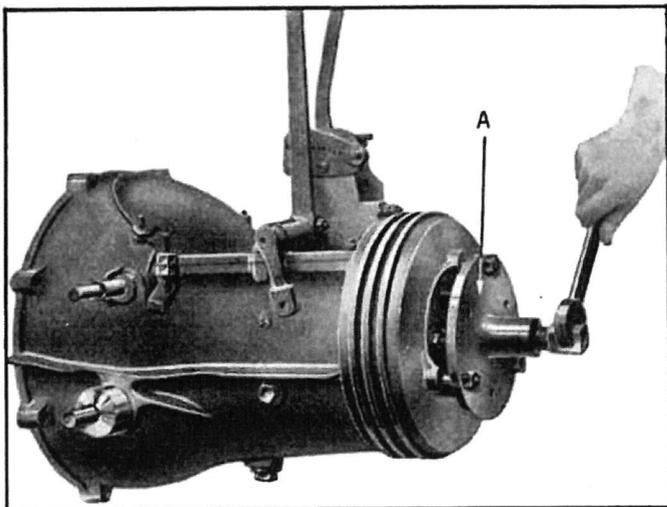

Fig 159. — Arrache-poulie en place pour le démontage de la poulie de frein sur différentiel.
15.—Selon le modèle de la poulie de frein, démonter cette poulie soit en retirant les écrous des goujons la fixant sur le moyeu, soit à l'aide de l'arrache-poulie spécial. Dans ce cas, défreiner et dévisser l'écrou de blocage de la poulie ; recouvrir l'extrémité de l'arbre primaire avec le protecteur cimenté ; fixer l'appareil sur la poulie à l'aide des 3 goujons d'entraînement du disque flexible ; Serrer fortement la vis centrale de l'appareil et activer le décollement du moyeu, en donnant quelques coups secs de masse en cuivre sur la tête de la vis que l'on resserrera au maximum après chaque coup (fig. 159).